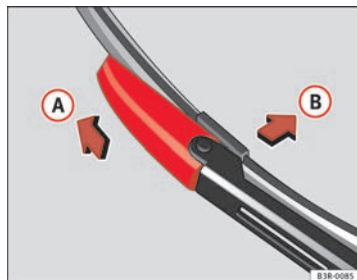

Fig. 183 Smontaggio della spazzola
- Spingere il blocco della spazzola tergicristallo in direzione della freccia ⇒ **fig. 183 (A)**. Allo stesso tempo mantenere ferma la spazzola.